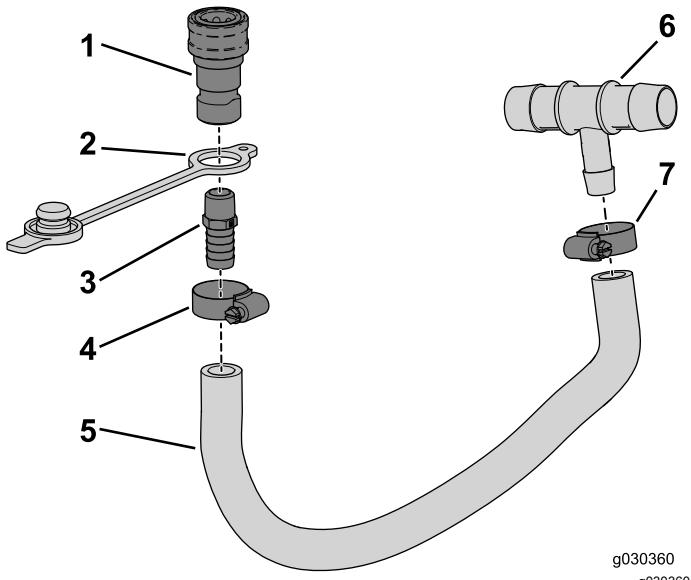

Figura 9
- Coloque el tapón guardapolvo en el extremo roscado del acoplamiento recto (Figura 9).
- Enrosque el acoplamiento recto (espiga de 3/8 NPT x 0.625) en el acoplamiento hembra (Figura 9).
- Introduzca el extremo dentado del conjunto en la manguera y sujételo con la abrazadera (1/2" a 1 1/4"), como se muestra en la Figura 9.
- Introduzca el extremo dentado del acoplamiento en T en la manguera y sujételo con la abrazadera (1/2" a 1 1/4"), como se muestra en la Figura 9.
1. Retire los tapones de los orificios del tubo de soporte (Figura 9).